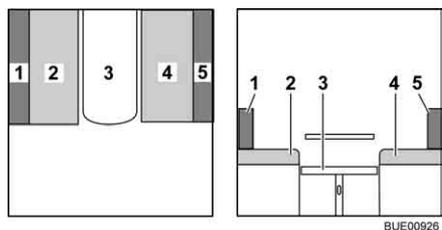

Bild 93 Während des Umbaus
- Das Rückenpolster (Bild 93,5) abnehmen und beiseite legen.
- Das Sitzpolster (Bild 93,2) zur Mitte ziehen.